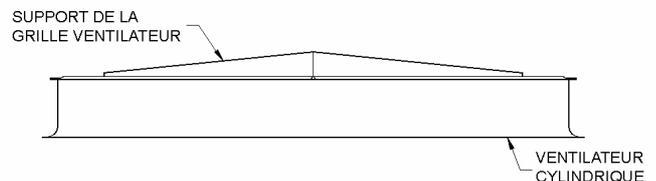

Figure 18 - Installation du support
1. Placer le cadre support à travers le haut du cylindre de refoulement ( Voir Figure 18).